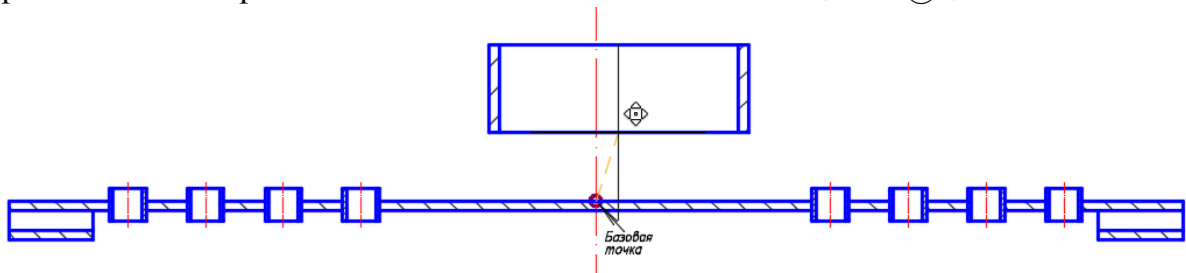

Рис. 100. Операция смещения элемента в верхнюю часть оросителя
– переместить объект с помощью команды **Переместить** (базовая точка – середина нижнего отрезка объекта). Далее использовать объектную привязку **Смещение** (рис. 100). Базовую точку для смещения указать на пересечении оси оросителя с его стенкой. Величина смещения @0,28.